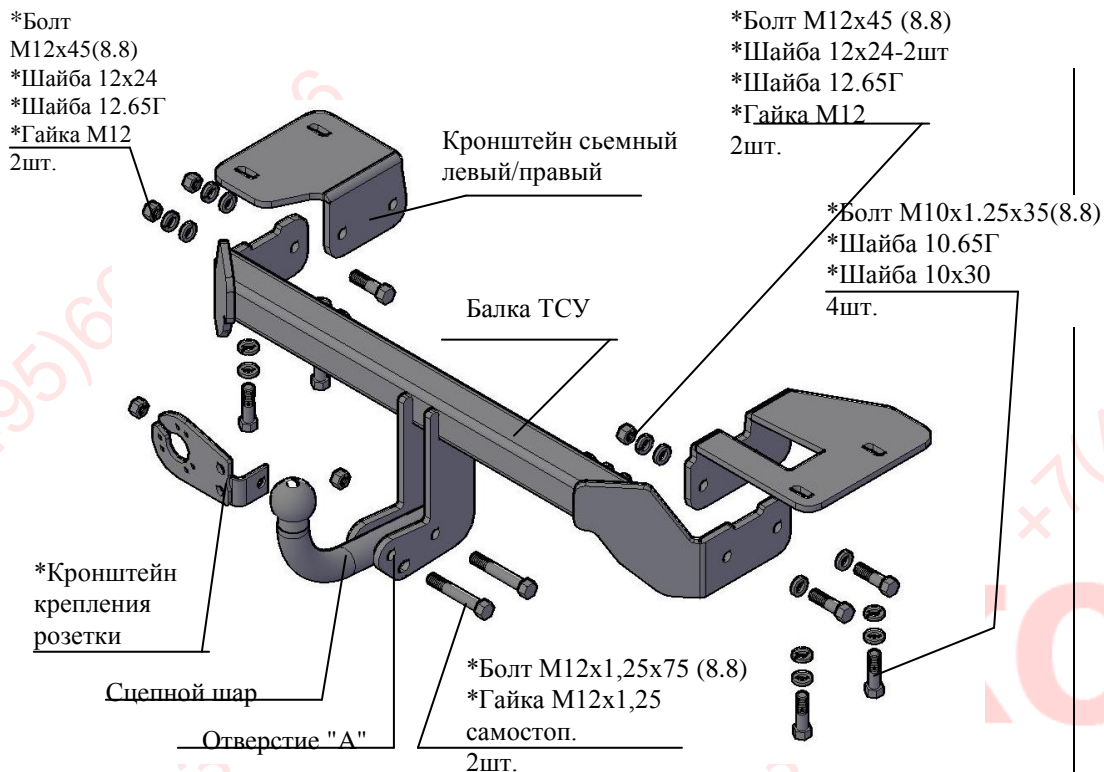

Рис.1 Тягово-сцепное устройство ТСУ 7611
2.1 ТСУ 7611 в сборе (рис.1)	1 шт.
2.2 Пакет с комплектующими (см. рис.1) Защитный колпак	1 шт.
4.3 Закрепить боковые съемные кронштейны (правый и левый соответственно рис.1) к нижним полкам лонжеронов а/м болтами М10х1.25х35 (используя штатные шайбы), подложив под болты шайбы 10.65Г и шайбы 10х30. Крепеж не затягивать.
4.4 Установить балку ТСУ, закрепив ее к наружным сторонам боковых кронштейнов (соответственно рис.1) болтами М12х45 (вставляя болты с правой стороны, как показано на рис.1) и гайками М12, под гайки